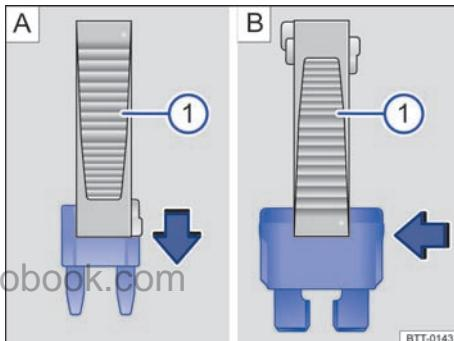

图 274 用塑料夹钳的夹嘴夹住保险丝 ① 取出或放入
- 必要时将塑料夹钳 → 图 274 ① 从保险丝盒的盖板中取出。
- 对于小保险丝，将夹嘴 ① 从上面套上 A。